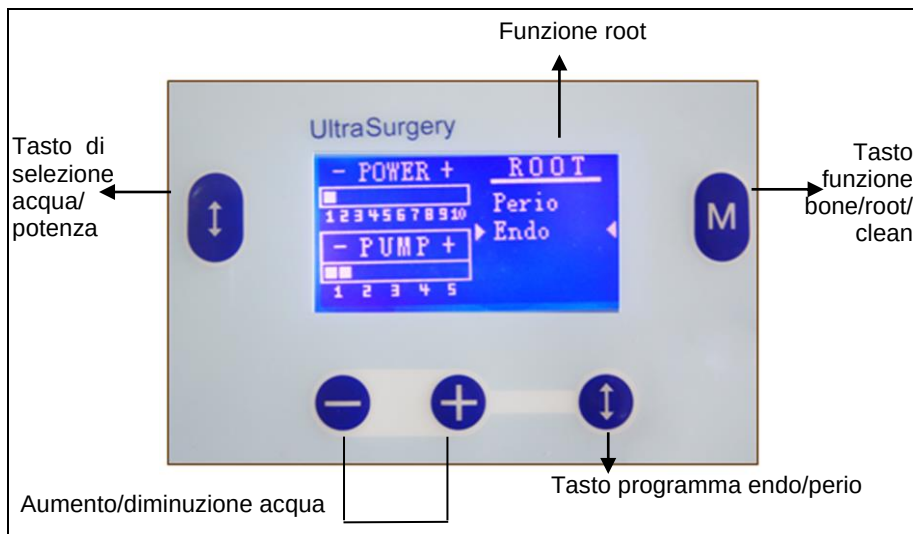

Fig. 9
b) *Funzione ROOT (RADICE) (Fig. 9)*
- f) Controllare il display per visualizzare il livello di potenza impostato; se il livello di potenza richiesto è diverso dal livello impostato, utilizzare i tasti "+", "-" (Fig. 9) per selezionare il valore corretto, in base al tipo di funzione impostata.